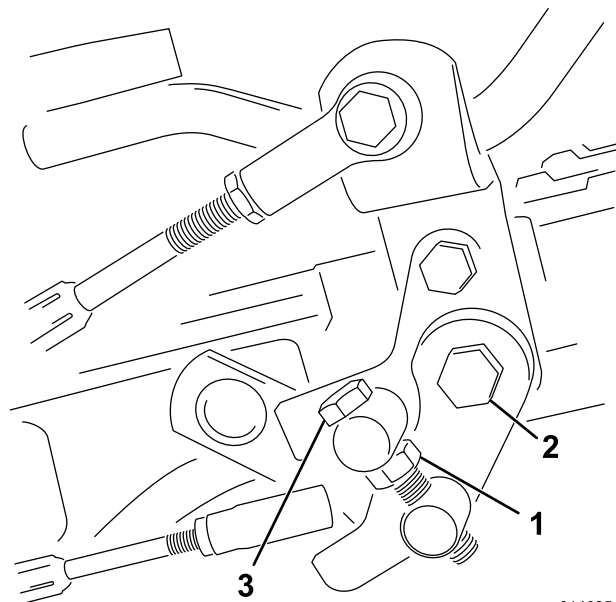

Рисунок 49
1. Ослабьте контргайку на болте муфты (Рисунок 49).
4. Чтобы зафиксировать регулировку, затяните контргайку на болте цапфы и гайку на шарнире педали (Рисунок 49). Проверьте регулировку и при необходимости повторите ее.